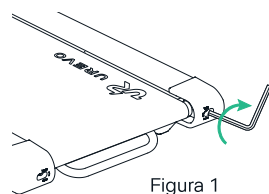

Figura 1
- Si la cinta de caminar está desviada hacia la izquierda, por favor con la llave hexagonal gire $\frac{1}{4}$ de vuelta en sentido horario el tornillo del rodillo tensor izquierdo (por favor consulte la figura 1).